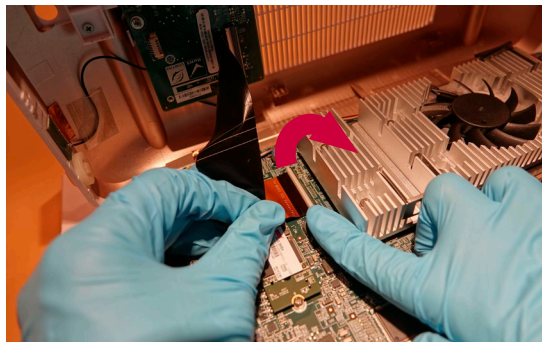

Abbildung 11 Trennen des FPC-Kabels
j) Lösen des FPC-Kabels (Abbildung 11)